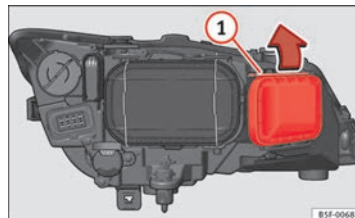

Abb. 138 Glühlampe für Fernlicht
- Verschieben Sie die Strebe ⇒ Abb. 138 ① in Pfeilrichtung und nehmen Sie den Deckel ab. ▶